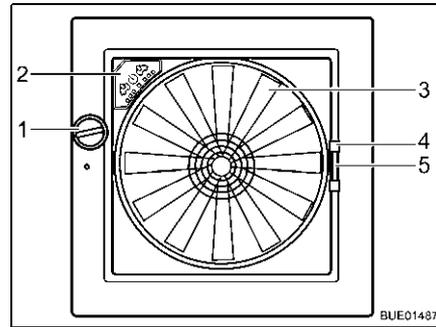

Fig. 70 Claraboya Omni-Vent
**Abrir:** ■ Girar el botón giratorio (Fig. 70,1) hasta alcanzar el ángulo de apertura deseado.
**Cerrar:** ■ Girar el botón giratorio (Fig. 70,1) hasta que la claraboya esté completamente cerrada.
**Cerrar:** ■ Tirar del tirador (Fig. 70,4) de la protección contra insectos hacia el lado opuesto del marco.
**Cerrar:** ■ Comprimir el tirador (Fig. 70,5) del oscurecedor.
Cuando la claraboya está abierta, el interior del vehículo se puede ventilar con el ventilador de 6 niveles (Fig. 70,3). El ventilador se maneja a través del cuadro de mando (Fig. 70,2).